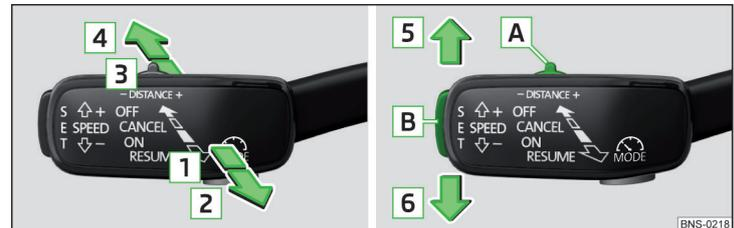

Abb. 298 Bedienungshebel
» Abb. 298
- Die Taste **SET** » **Abb. 298 auf Seite 251** drücken.
- **oder:** Den Hebel in die gefederte Stellung **RESUME** » **Abb. 298 auf Seite 251** einstellen.
- Den Hebel in die gefederte Stellung **CANCEL** » **Abb. 298 auf Seite 251** einstellen.
Die gewünschte Geschwindigkeit wird mit dem Bedienungshebel eingestellt oder geändert » **Abb. 298 auf Seite 251**.
➤ Den Schalter **DISTANCE** in die gefederte Stellung – oder + einstellen » Abb. 298 auf Seite 251.
Ein Beschleunigungsvorgang kann jederzeit durch Betätigung des Bremspedals oder den Druckpunkt **CANCEL** am Bedienungshebel » Abb. 298 auf Seite 251 abgebrochen werden.